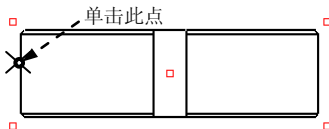

图 3.8.27 截面间断的中心点
(1) 此时系统提示 选择截面间断的中心点 < A >，在投影视图（图 3.8.27）的边线上选取一点（如果不在模型边线上选取点，系统不认可），这时在选取的点附近出现一个十字线。